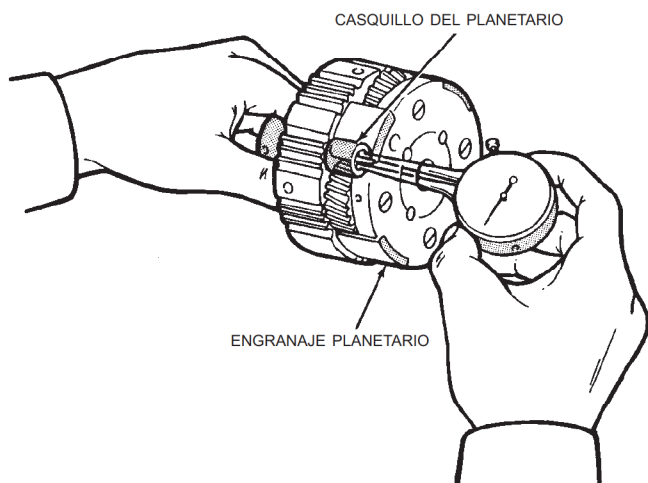

Fig. 208 Verificación del casquillo del planetario
(21) Verifique el diámetro interno del casquillo del engranaje planetario (Fig. 208). El diámetro interno máximo es de 11,27 mm (0,4437 pulg.). Reemplace el engranaje planetario si el diámetro interno del casquillo es superior a lo especificado.